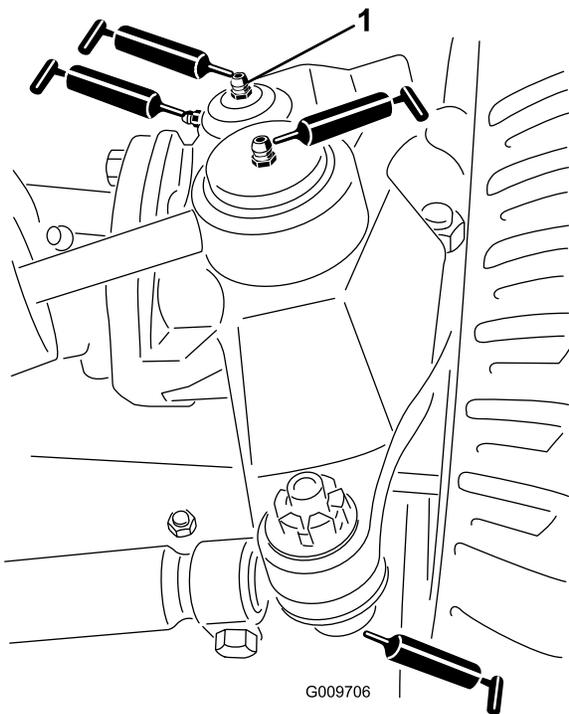

Figure 37
- Rotules de vérin de direction (2), comme montré à la Figure 37.
- Rotules de biellette de direction (2), comme montré à la Figure 37.
- Bagues de pivot de fusée (2), comme montré à la Figure 37.